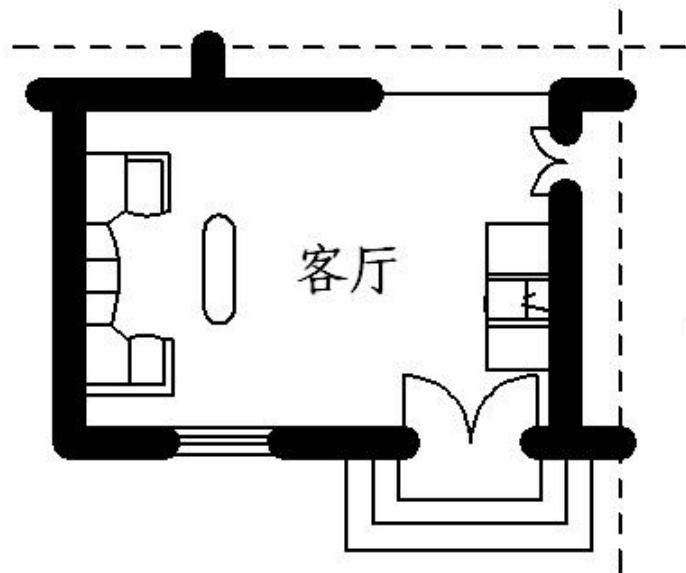

图 8-18 客厅平面布置图
2、将图 8-18 中所示的沙发、茶几、门和电视桌创建为图块，再插入到客厅平面图中，形成客厅平面布置详图。